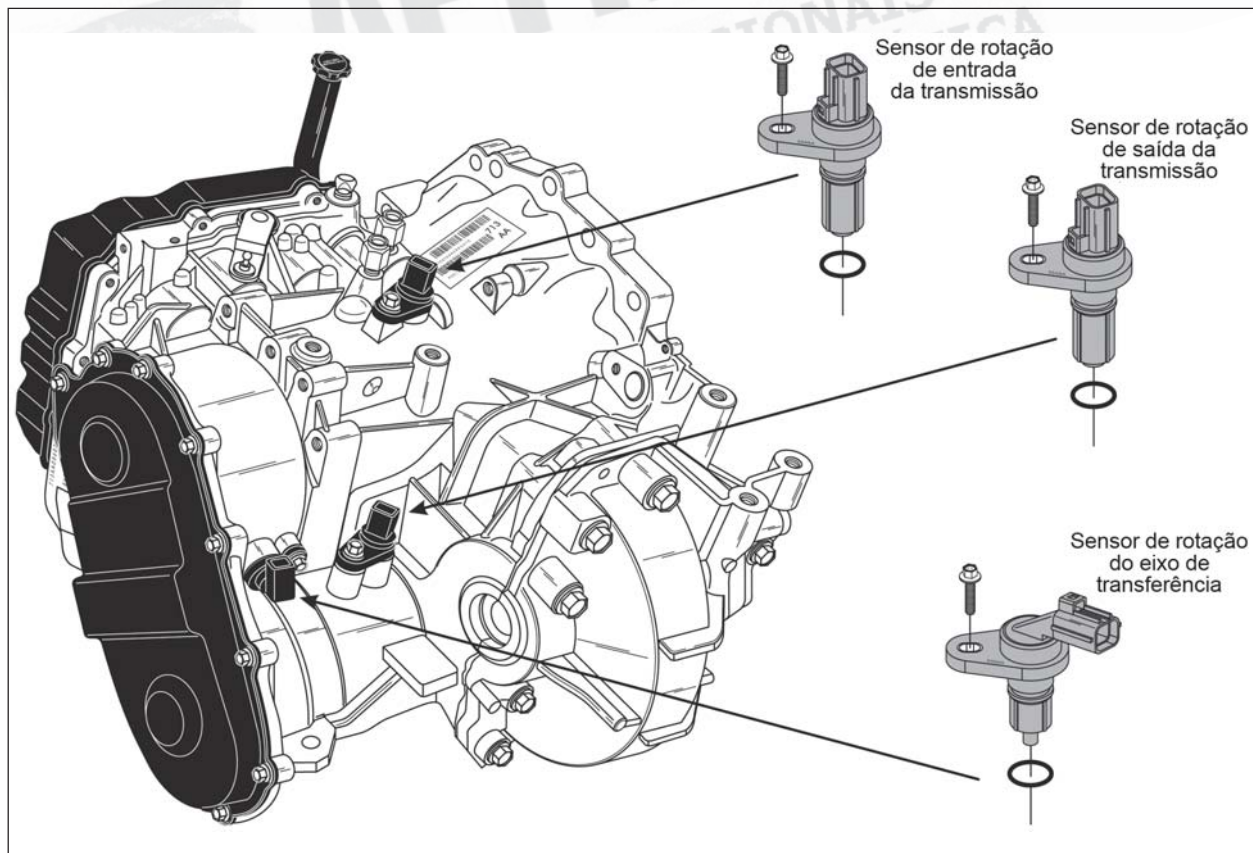

Figura 43
6. Remova todos os três sensores de rotação, conforme indicado na figura 43.